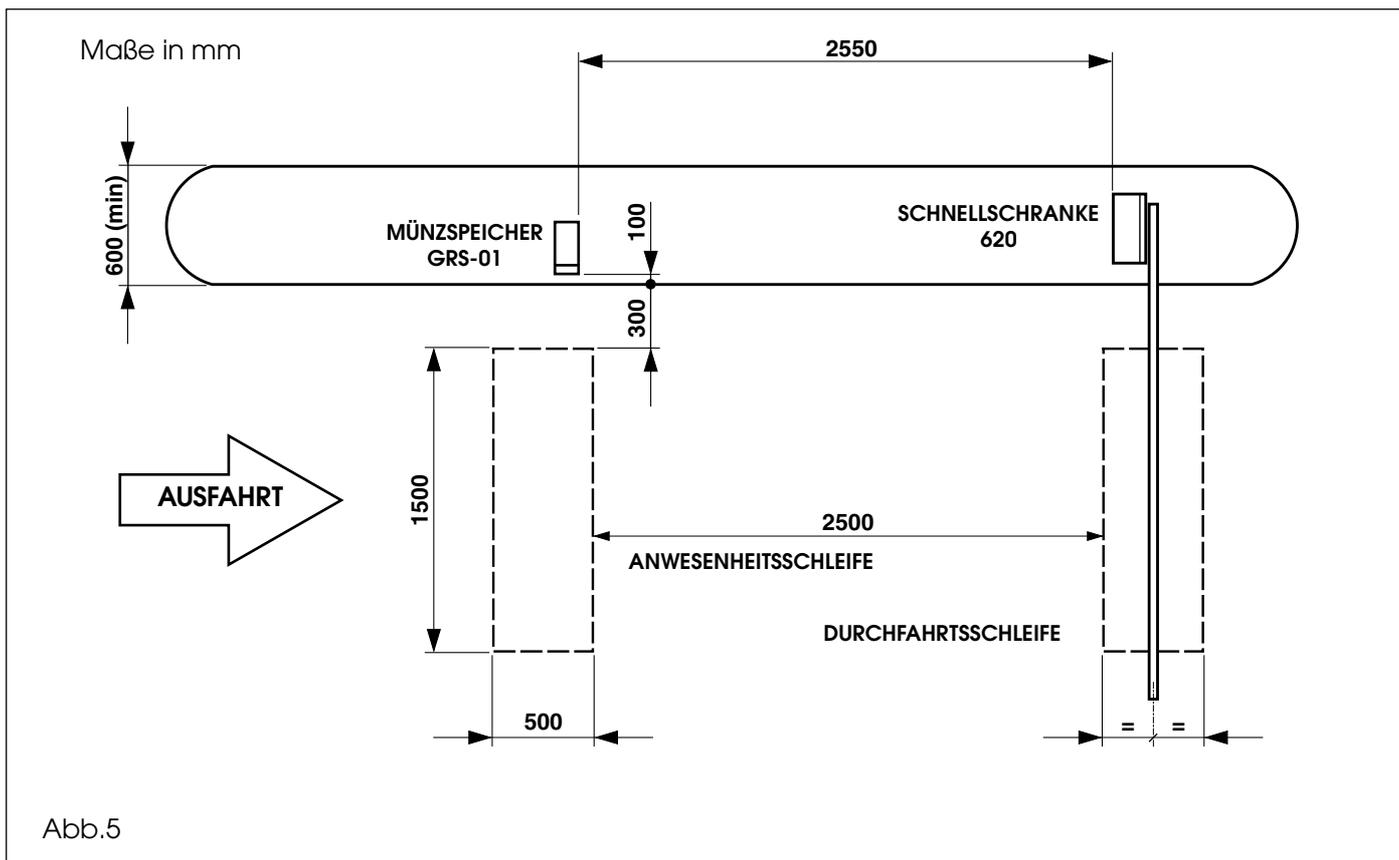
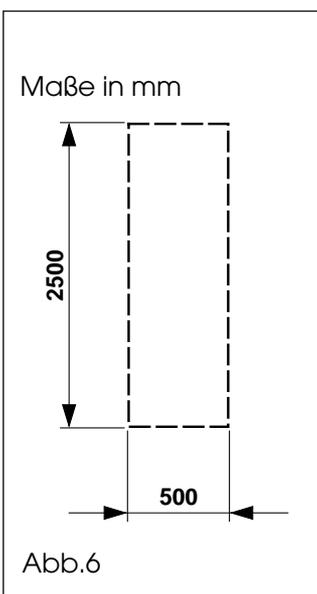
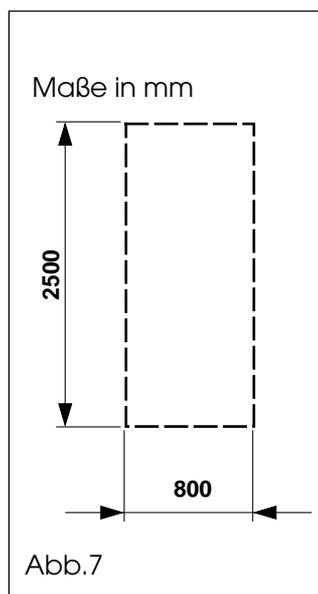

Abb.5
Abb.6
Abb.7
- Die Induktionsschleife entsprechend des Münzspeichers verlegen (diese sollte das Fahrzeug erfassen können, wenn das Fenster des Fahrzeugs sich vor dem Einführungsschlitz der Münze befindet). Die Abmessungen der Schleife sollten dem zu erfassenden Fahrzeugtyp entsprechen: die in Abb. 5 für Fahrzeuge und Lieferwagen oder die in Abb. 7 für die Erfassung schwererer Fahrzeuge angegebenen Abmessungen sind einzuhalten. Bei der Verlegung der Schleife sind die Angaben in Kap.4.3. und 4.4.1. zu beachten.
- Die Induktionsschleifen müssen wie in Abbildung 5 gezeigt verlegt werden, da sie nur in dieser Anordnung die Zählung der Fahrzeuge und die erneute Schließung der Schranke nach der Durchfahrt des Fahrzeuges korrekt steuern. Die Abmessungen können jedoch der Breite der Ausfahrt und der zu erfassenden Fahrzeugart angepaßt werden: in Abb. 5 werden die im Falle einer 2,5 m breiten Ausfahrt für Personen- und Lieferwagen zu verwendenden Schleifen dargestellt.
In Abb.6 hingegen sind die Maße der Schleifen aufgeführt, die für Ausfahrten mit einer Breite von 3,5 m für Personen- und Lieferwagen zu verlegen sind.
Soll eine Ausfahrt mit einer Breite von 3,5 m für die Durchfahrt von Lastkraftwagen angelegt werden, so müssen die Abmessungen der Schleifen wie in Abb. 7 gezeigt vergrößert werden.
Unabhängig von den verwendeten Abmessungen muß der Abstand zwischen den beiden Schleifen in jedem Falle den in Abb. 5 (2500 mm) aufgeführten Werten entsprechen.
Die Anzahl der Wicklungen hängt von den jeweiligen Abmessungen ab: die Schleifen in Abb.5 und Abb.6 müssen mit 4 Wicklungen ausgeführt werden, während die Schleife in Abb. 7 lediglich 3 Wicklungen erfordert (in beiden Fällen muß 1 Wicklung hinzuge-